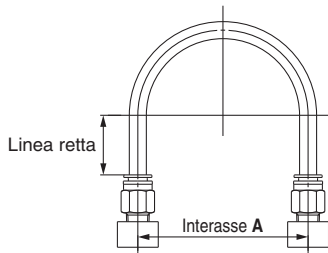

Figura 1 Connessione raccomandata
1. Quando si collegano i tubi con raccordi a innesto rapido, utilizzare una lunghezza di tubi con margine sufficiente, come dalle condizioni di collegamento illustrate nella Figura 1.